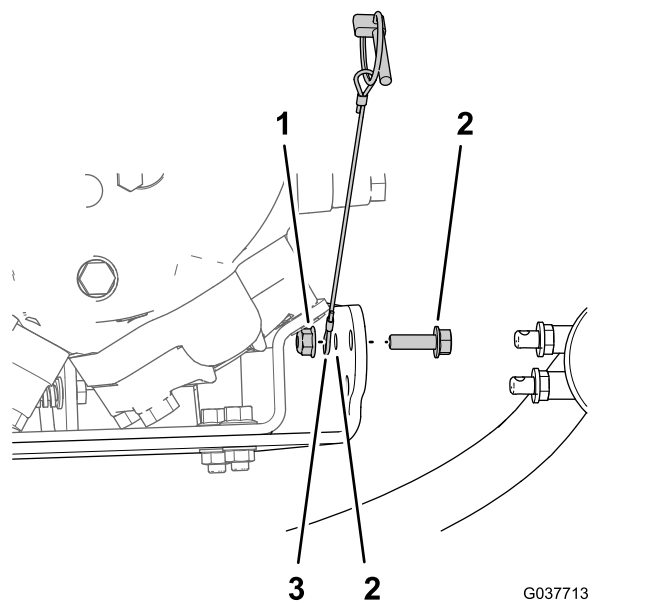
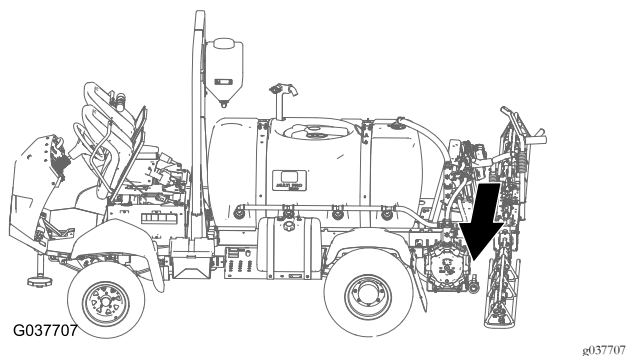

図 81
図 80
- ステップ4 マシンの準備を行う (ページ 5) で外したリンチピンのケーブル、フランジヘッドボルト5/16 x 1 インチ、フランジロックナット5/16 インチを、スプレーヤポンプブラケットの、後部外側コーナーの穴8mmに取り付ける 図 80 と 図 81。